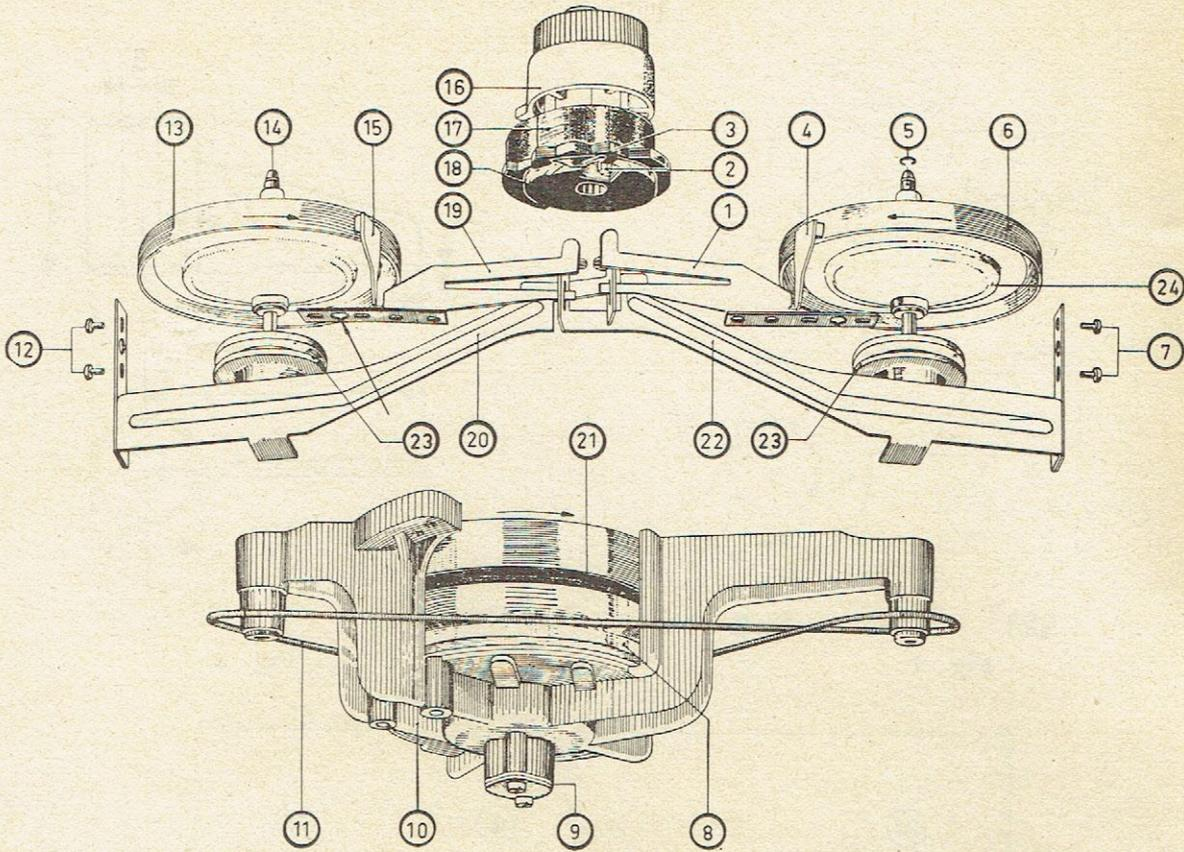
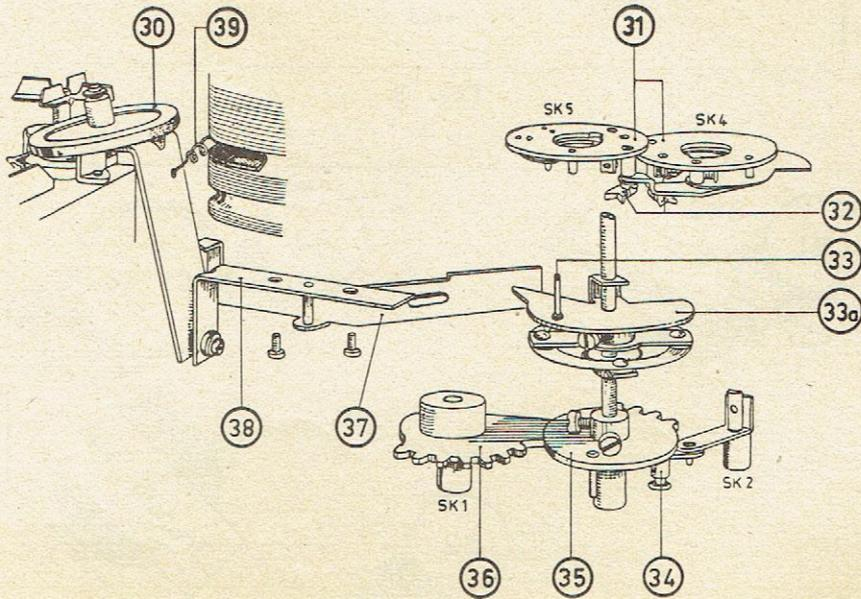
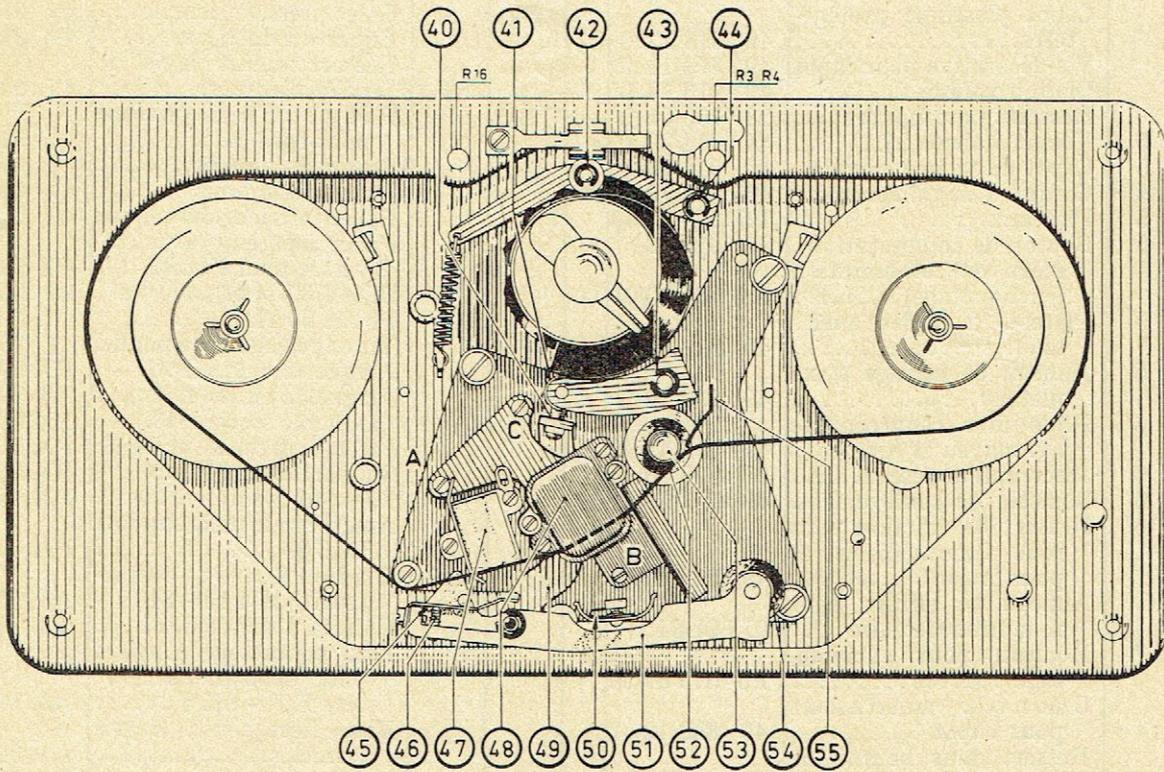

Fig. 5.
Fig. 6.
Fig. 7
Position : ○ Dans cette position l'amplificateur et le moteur sont déconnectés du réseau. Le mécanisme d'entraînement est au repos ; la roue intermédiaire (30, fig. 6) est débrayée du volant (8, fig. 5) et de la poulie du moteur.
Position : ⊙ L'amplificateur reste branché ; le commutateur SK 5 connecte le réseau au moteur : la roue intermédiaire (30, fig. 6) est appliquée sur le volant (8, fig. 5) et sur la poulie du moteur, par l'intermédiaire de la came (33 a) qui agit sur le levier (37, fig. 6) en même temps, le goujon (3) de l'anneau de commutation (17, fig. 5) appuie sur le levier (19) qui dégage le frein (15) du plateau (13).
Les plateaux sont entraînés au moyen d'une courroie à ressort dont le parcours est indiqué figure 5.
Le couple d'entraînement dépend de la position des axes de plateau. Si, dans cette position, on enfonce le bouton de commande, le levier de couplage (20) est poussé vers le bas par la cheville 2 (fig. 5).
a) **Came** (pos. 33 a, fig. 6).
Celle-ci doit être fixée sur l'axe, de telle façon que la distance entre la broche (33, fig. 6) et la plaque sur laquelle ont été montés les interrupteurs SK 4-SK 5, soit comprise entre 1 et 2 mm.
Position : ⊞ En plaçant le bouton de commande sur cette position le rouleau (41, fig. 7) suit le bord de la came sur l'anneau de commutation (17, fig. 5). Le rouleau est couplé, par l'intermédiaire de l'équerre (49, fig. 7) au levier (51) portant le galet presseur (54). Lorsqu'on tourne le bouton de commande, le déplacement du rouleau (41) le long de la came (17, fig. 5) permet le déplacement du levier (51, fig. 7) qui amène le galet presseur (54) contre l'axe d'entraînement (cabestan 53, fig. 7) entraîné par le ressort de traction.
La bande est appliquée contre les deux têtes par les pièces de feutre. Les freins 4 et 15 (fig. 5) sont maintenus écartés des plateaux par le goujon de la came (17). Les plateaux sont actionnés par les anneaux de feutre, de cette façon, la bande est maintenue tendue de chaque côté des têtes.
Le positionnement du bouton de commande est fixé par le rouleau (42, fig. 7) qui s'emboîte dans les alvéoles de la came au profil spécial, faisant partie de l'anneau de commutation (17, fig. 5).
c) **Interrupteurs SK 4-SK 5** : Les interrupteurs peuvent être déplacés dans les trous allongés et doivent être ajustés de façon telle que la broche (33, fig. 6) touche le bord des entraîneurs (32) commandant les interrupteurs. La broche ne doit pas entrer trop loin dans ces entraîneurs sinon ceux-ci pourraient être détériorés.
d) **Roue intermédiaire** (pos. 30, fig. 6) : Lorsque la roue intermédiaire tourne, elle doit se trouver perpendiculaire avec la poulie du moteur et avec le volant. Ceci peut être obtenu au moyen de l'équerre (38, fig. 6). La roue intermédiaire doit reposer contre le volant et la poulie du moteur **juste avant** la mise en marche du moteur par SK 5. En cambrant le levier (37, fig. 6) dans le sens désiré, cette position peut être obtenue.
e) Freins (Pos. 4 et 15, fig. 5) : Les deux freins doivent être ajustés de façon que le déplacement des leviers respectifs (1 et 19) dans la position « reproduction » permette une distance entre le feutre de frein et le plateau de 0,5 mm. environ (les plateaux doivent tourner librement à la main). L'ajustage de chaque levier de frein est réalisé aisément en introduisant un tournevis dans les trous d'ajustage pratiqués dans ces leviers entre les vis et en tournant dans le sens désiré.
f) Leviers de couplage (Pos. 20 et 22, fig. 5).
1° Enlever l'anneau de serrage des deux axes de plateau (14 et 5, fig. 5).
g) Poulie (Pos. 23, fig. 5).
h) Rouleau (Pos. 41, fig. 7).
Dans les positions « Reproduction » et « Enregistrement » le jeu entre ce rouleau et la came doit être de 0,3 mm. environ. Ce jeu peut être réglé au moyen de la fourche à vis (40, fig. 7).
i) Galet presseur (Pos. 54, fig. 7).
(Pos. 52, fig. 7).
La pression des presse-films sur les têtes doit être de 60 g. environ. Sur la tête d'effacement réglage par la vis (46, fig. 7). Sur la tête d'enregistrement/reproduction, cambrer le ressort (50).
m) Cordon d'entraînement (Pos. 11, fig. 5).
3° Passer le cordon dans l'espace entre le carter du volant (10, fig. 5) et le volant (rainure supérieure) ;
4° Placer le cordon correctement suivant le parcours indiqué figure 5.
1° **Pression insuffisante du galet 54 contre l'axe d'entraînement 53** (fig. 7).
2° **Jeu incorrect entre le rouleau 41 (fig. 7) et la came 18** (fig. 5).
Ce jeu doit être réglé à 0,3 mm. environ à l'aide de la fourche à vis 40 (fig. 7). Le pleurage peut être provoqué par l'absence de jeu.
7° **Axe d'entraînement (53, fig. 5) ou galet (54, fig. 7) gras ou sales.**